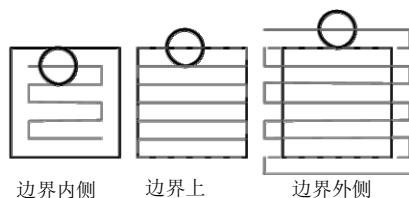

图 1-40 三种相对于边界刀具的位置
2) 相对于边界的刀具位置：设定刀具相对于边界的位置。有三种方式设定刀具相对于边界的位置，如图 1-40 所示。